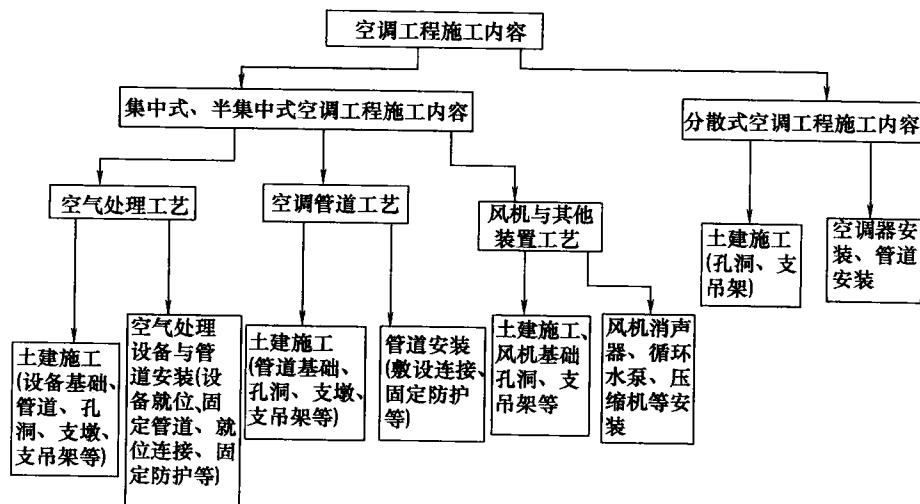

图 1-3 空调工程施工内容
空调工程施工内容按其工艺作用及其所包含的工程量如图 1-3 所示。
(4) “安” 指空调设备、风机、风管的安装，按有关操作规程进行，其安装内容如图 1-3 所示。